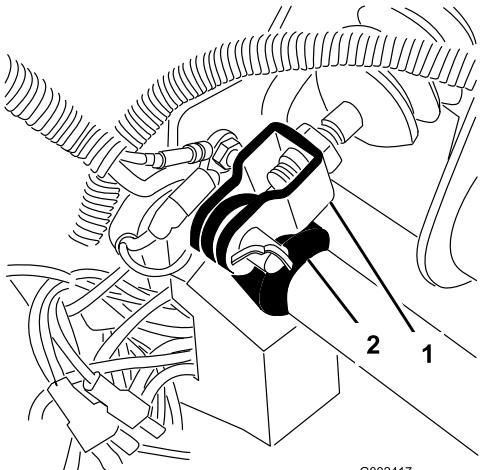

Figura 53
1. Retire el pasador de horquilla y la chaveta que fijan la horquilla del cilindro maestro al pivote del pedal de freno (Figura 53).
- 3. Afloje las contratuerca que fijan la horquilla al eje del cilindro maestro (Figura 53).